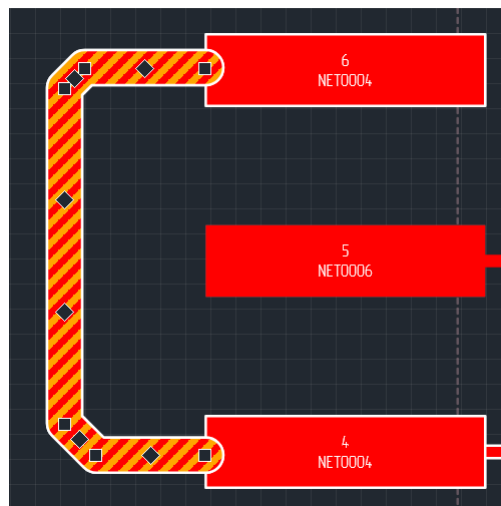

Рис. 250 Выбор трека целиком
- Для выбора всего трека нажмите клавишу «Пробел» («Space»), см. Рис. 250.